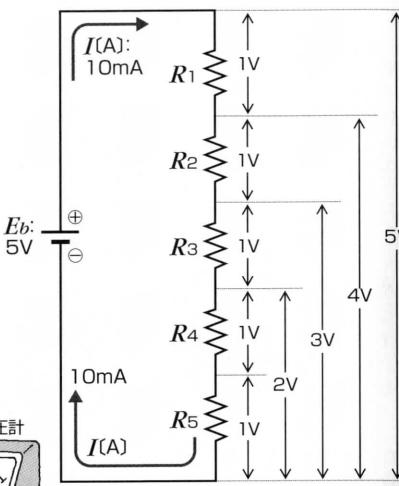

図1A 100Ωの抵抗5個を直列接続
図1は抵抗と電圧の関係を理解するための全容であり、ここでは図1Aが5Vの電源に100Ωの抵抗5個を直列に接続しています。また図1Cは電源電圧を10Vに上げたもので、その他は図1Aと同じです。ここで図1Aに流れる電流を求める、 $R_1 \sim R_5$ の直列に接続された合成抵抗は、 $100\Omega \times 5$ 個ですから500Ωとなります。この抵抗値と電源電圧5Vの
数値から①式を適用すると②式のようになります。つまりこの回路に流れる電流は10mAとなります。次に、この状態で各部の抵抗間の電圧を調べてみると5本の抵抗1個が受け持つ電圧は $0.01A \times 100\Omega$ で1Vの電圧となります。つまりこの回路では100Ωの5本の抵抗が5Vの電圧を5等分していることになります。この関係を図1Aの電圧計で見るとその電圧配分は図1Bのようになります。
次に図1Cですがこれは先の回路図1Aの電圧を10Vにしたもの。この回路の電流I[A]を求める場合、先の①式を使うと④式のようになります。つまりこの回路では電流が20mAとなります。これはオームの法則そのもの、「電流は電圧に比例する」のくだりのとおりです。したがって、各部の抵抗間の電圧は図1Cのようになります。